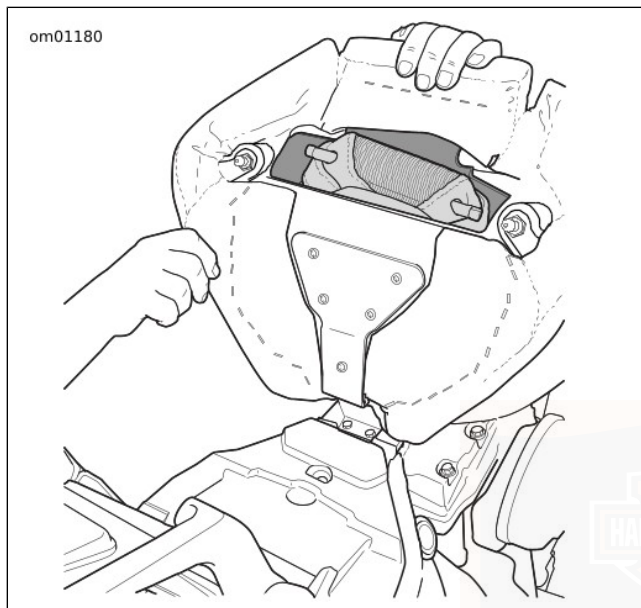

Figura 69. Apertura della sella del pilota: Modelli FXCWC
1. Vedere Figura 69. Tirare verso l'alto la parte posteriore della sella del pilota per liberare i perni di posizionamento e ruotare la sella in avanti verso il serbatoio del combustibile. Potrebbe essere necessario spingere il naso del cuscino della sella verso il basso, per evitare di interferire con l'attacco posteriore della console.
Vedere Figura 72. Per riporre nuovamente il cuscino del sellino nel vano della sella del pilota, mantenere l'imbottitura rivolta verso l'alto e introdurre per prima la linguetta. Se il cuscino del sellino è stato riposto correttamente, guardando l'apertura del vano della sella del pilota, come mostrato in Figura 69, risulterà visibile il perno del cuscino con la parte piatta.